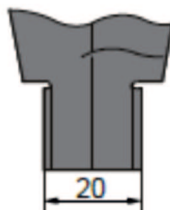

Abb. 3
6. KORREKTUR (Abbildung 3, außer für Serie 1135)